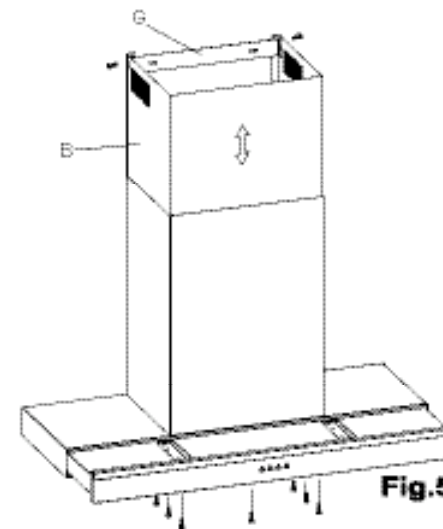

Fig.5
- A continuación debe fijarse el soporte G en el extremo superior de la pared asegurándose de que la alineación respecto al tubo telescópico es la correcta. Extender la parte móvil del tubo B hasta alcanzar el soporte G y fijarlo con dicho soporte mediante los dos tornillos laterales. (Fig. 5).
- Finalmente, con la campana extendida y por su parte inferior, deben fijarse los tornillos (7 unidades) para la sujeción a la campana del tubo telescópico inferior (Fig. 5).